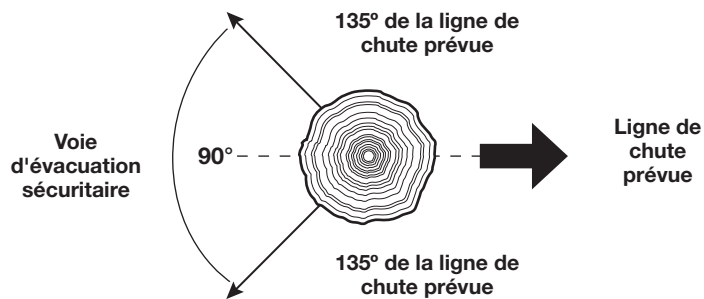

Fig. 10
- Déterminez une voie d'évacuation sûre et rapide. Dégagez la zone autour de l'arbre et assurez-vous qu'il n'y ait aucun obstacle bloquant la voie d'évacuation. Mettez en place un corridor d'évacuation de 90°, à environ 135° de la ligne de chute (Fig. 10).